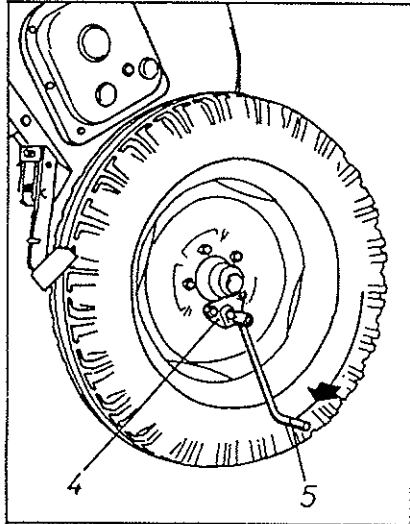

Fig. 3
**TROISIÈME:** Tourner la roue DU CÔTÉ DU VARIATEUR, (dans le sens du travail), jusqu'à ce que le semis tombe sur le plateau (Fig. 3). Ce semis est retourné dans la trémie et on commence à faire le numéro de tours réel selon la règle suivante: